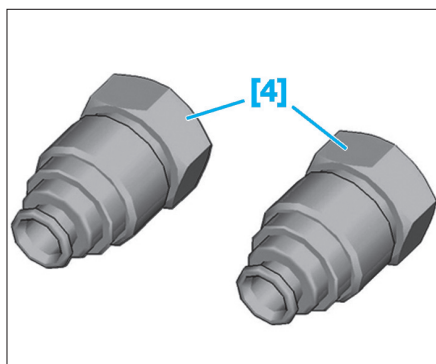

Fig. 32
- [4]. Bouchons de contrôle de l'étanchéité de la valve (Ref. 0710-H) (Fig.32).